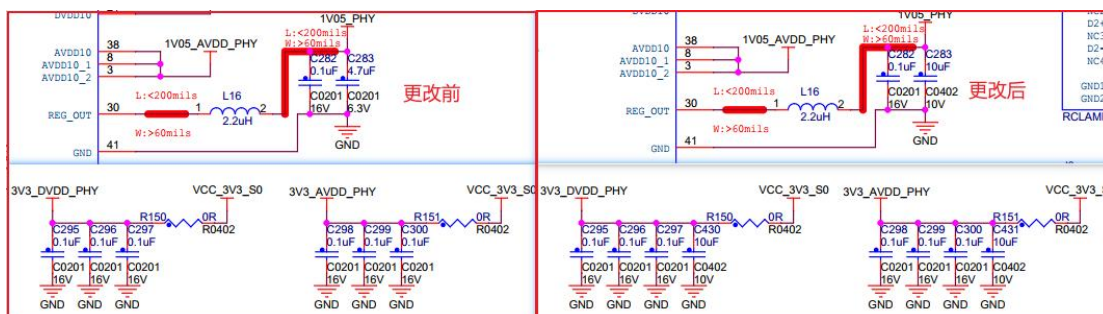

图 3
3. 网口 PHY 供电电源 3V3_DVDD_PHY、3V3_AVDD_PHY 分别添加 10uF 滤波电容; 1V05_PHY 的 4.7uF 0201 滤波电容改为 10uF 0402, 改善电源纹波, 避免原来的 0201 4.7uF 因为品牌差异导致的滤波电容容量不足, 更改前后对比如图 3 所示。